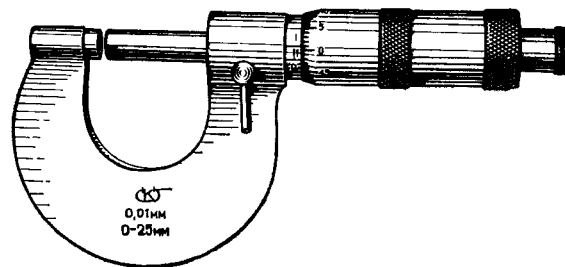

Рис. 23. Микрометр
При постановке двойной струны сначала отмеряют приблизительно материал на две струны, затем пропускают сквозь аграфы оба конца, петлей огибают рамный штифт, накручивают струны на колки и лишь при определенном их натяжении подправляют ломиком и устанавливают на штеговых штифтах. Диаметр струн определяют микрометром (см. рис. 23), измерив сначала оборванную.
10) Микрометр для измерения диаметра струн, штифтовой проволоки, колков (см. рис. 23).